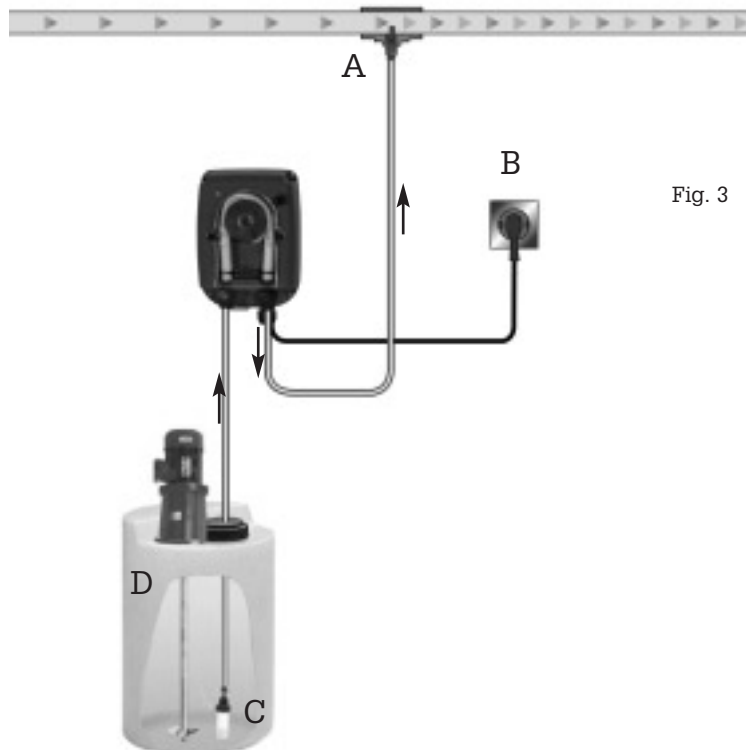

Fig. 3
2.4 - ESQUEMA DE UNA INSTALACIÓN TÍPICA (Fig. 3)